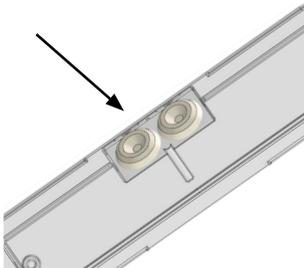

Bild 1
- Würgenippel montieren und die Anschlussleitung(en) durch die Membran stoßen und in die Leuchte einführen (Bild 1). Zulässige Leitungen: 3 x 0,5 - 2,5 mm². Schutzklasse II Leuchte: Erdungsklemme nur für Durchverdrahtung.